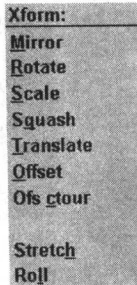

图 1.7
- ❑ Xform（转换）：在此菜单中可对绘制的图形进行镜像、旋转、缩放、平移、偏置等操作，如图 1.7 所示。